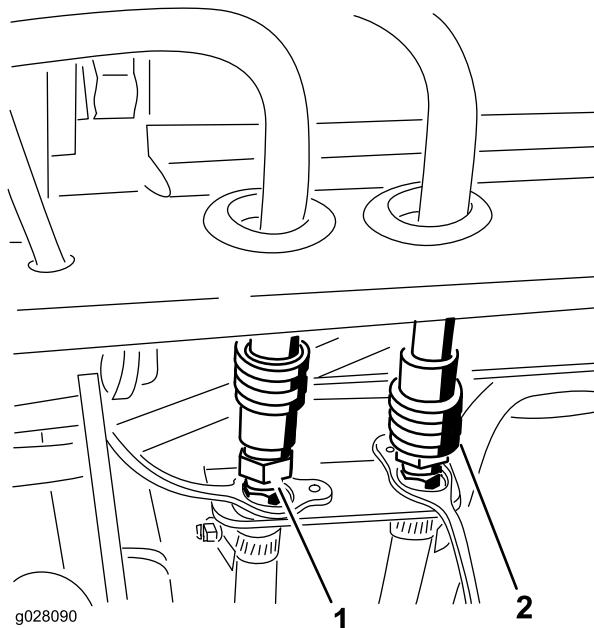

Figure 68
2. Branchez les flexibles de retour et de pression du chauffage aux raccords rapides du support de cadre arrière (Figure 68).